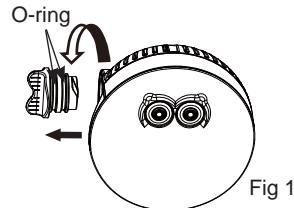

Fig 1
1. Asciugare perfettamente il prodotto. Svitare il coperchio del vano batteria (**1**) dalla luce della spa (vedi Fig 1). Prestare attenzione a non perdere i due anelli situati sopra il coperchio del vano batteria.